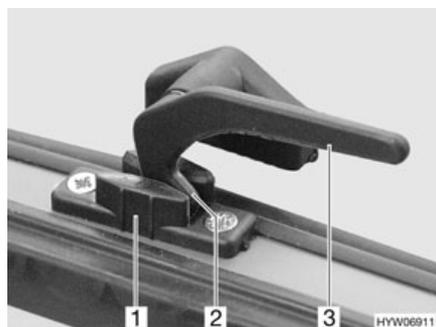

Fig. 56 Palanca de bloqueo en la posición de "ventilación continua"
- En la posición "ventilación continua" (Fig. 56)
- Girar la palanca de bloqueo (Fig. 56,3) un cuarto de vuelta hacia la mitad de la ventana.
- Girar la palanca de bloqueo un cuarto de vuelta hacia el marco de la ventana. El saliente de bloqueo (Fig. 56,2) se ha de introducir para ello en el rebaje del bloqueo de la ventana (Fig. 56,1).